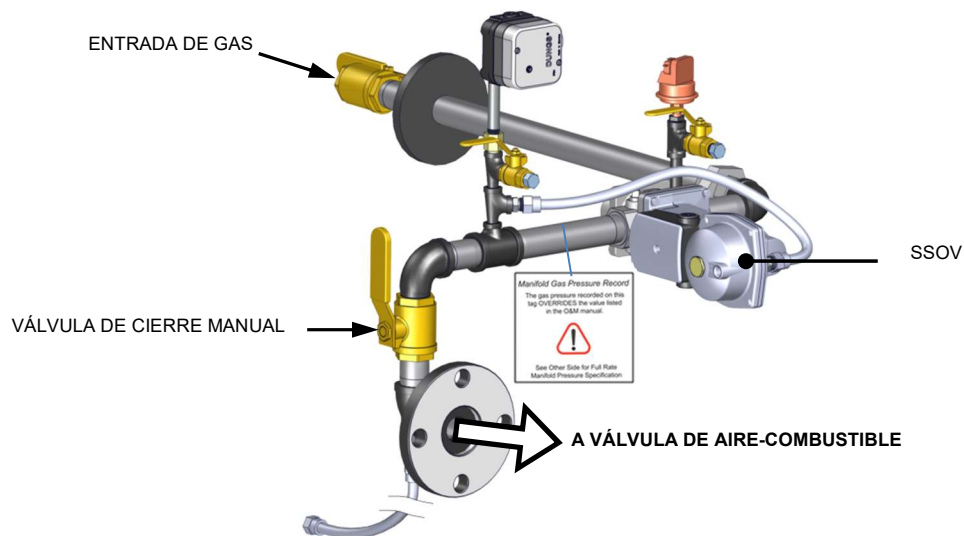

Figura 3-3: Ubicación de SSOV (se muestra el Tren de Gas INN600–1060)
2. La unidad verifica que el interruptor de **Prueba de Cierre** (PDC) en la Válvula posterior de Cierre de Seguridad (SSOV) esté cerrado. La Figura 3-3 muestra la ubicación de la SSOV.
4. La unidad verifica que el interruptor de **Prueba de Cierre** (PDC) en la Válvula posterior de Cierre de Seguridad (SSOV) esté cerrado. La Figura 3-3 muestra la ubicación de la SSOV.